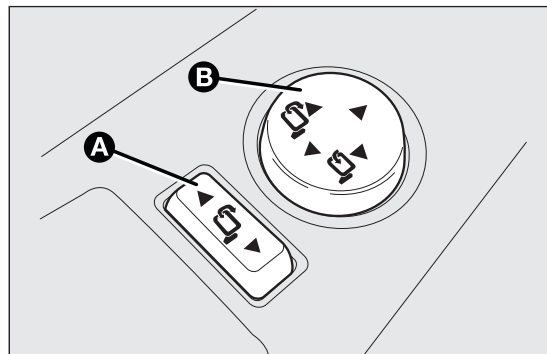

fig. 24
- ☐ colocar el selector A fig. 24 en la posición neutra (ningún espejo seleccionado);
- ☐ plegar el espejo actuando en las posiciones laterales del joystick B fig. 24;